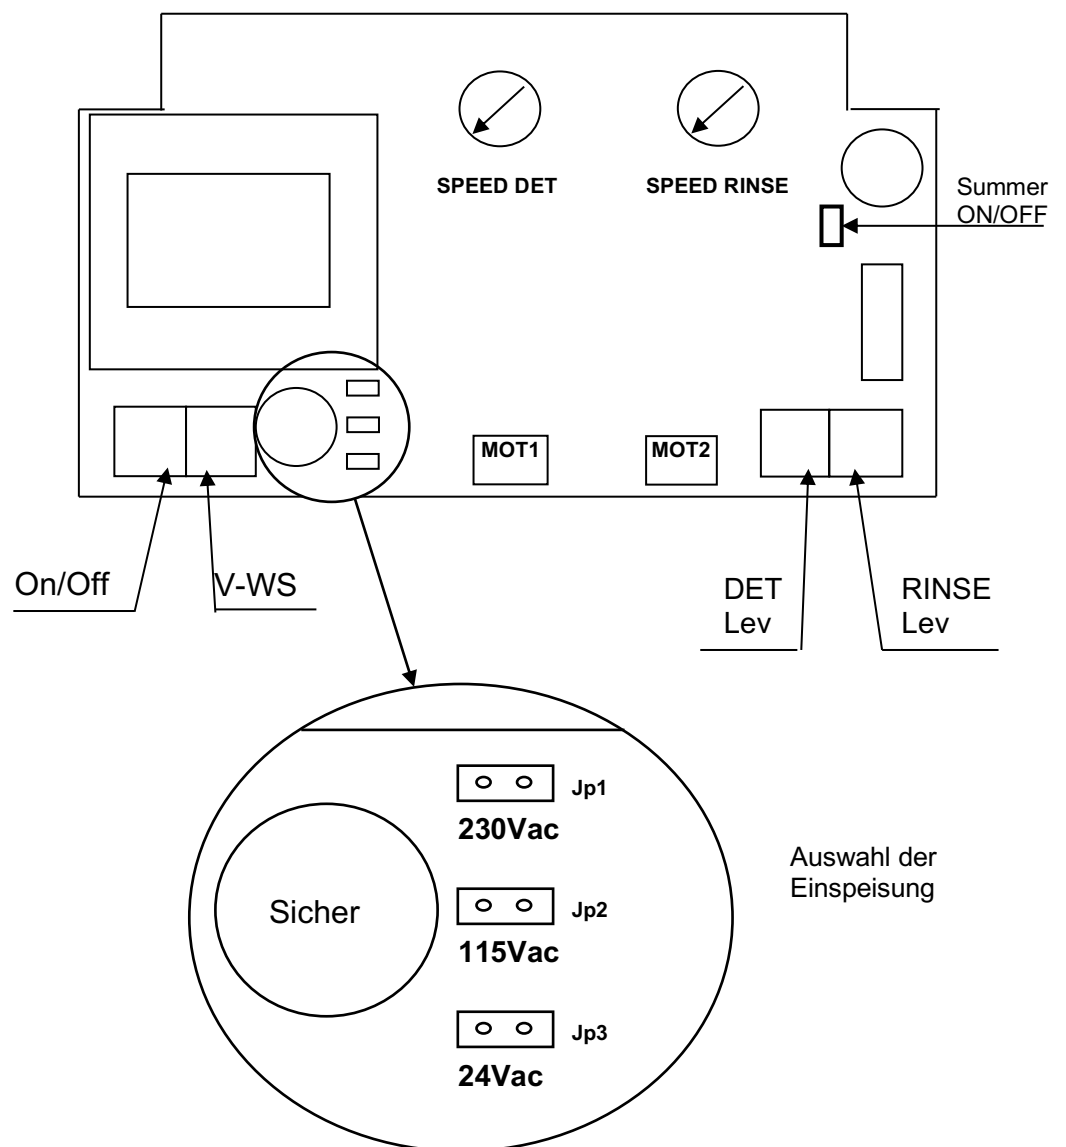

Abbildung 6
- Schließen Sie die Niveausonde des Reinigers an die Klemme **Det Lev** und die Niveausonde des Klarspülers an die Klemme **RINSE Lev (s. Abbildung 6)** an.
Während des Dosiervorgangs des Reinigers leuchtet die LED 1 grün/ON. Wenn die zu dosierende Flüssigkeit, bei angeschlossener Niveausonde, einen Mindeststand erreicht, schaltet sich der Summeralarm ein und die LED 1 leuchtet rot. Entfernen Sie die Überbrückung neben dem Summer (s. Abb. 6), um den Summer abzuschalten.
Während des Dosiervorgangs des Klarspülers leuchtet die LED 2 grün/ON. Wenn die zu dosierende Flüssigkeit, bei angeschlossener Niveausonde, einen Mindeststand erreicht, schaltet sich der Summeralarm ein und die LED 2 leuchtet rot. Entfernen Sie die Überbrückung neben dem Summer (s. Abb. 6), um den Summer abzuschalten.